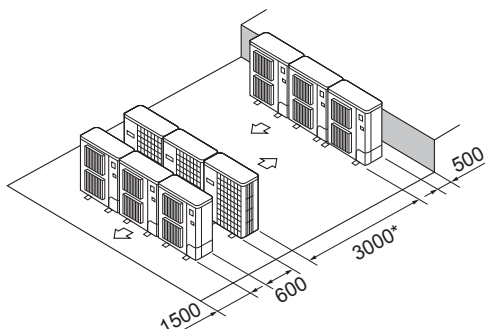

Fig. 2-14
- ⑥ Disposizione di diverse unità parallele (Fig. 2-14)